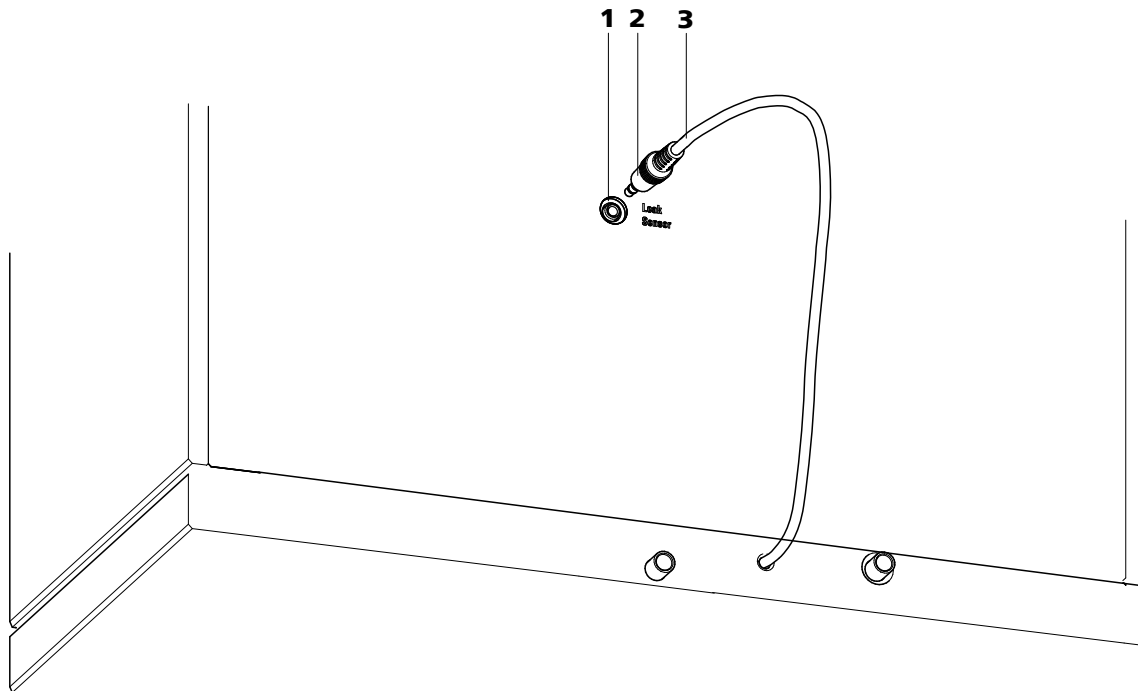

Figura 7 Conexión del detector de fugas en la parte posterior del aparato
- 1 Enchufe la clavija del detector de fugas (7-2) en la toma de conexión del detector de fugas (7-1) de la parte posterior del aparato (véase Figura 7, página 20).